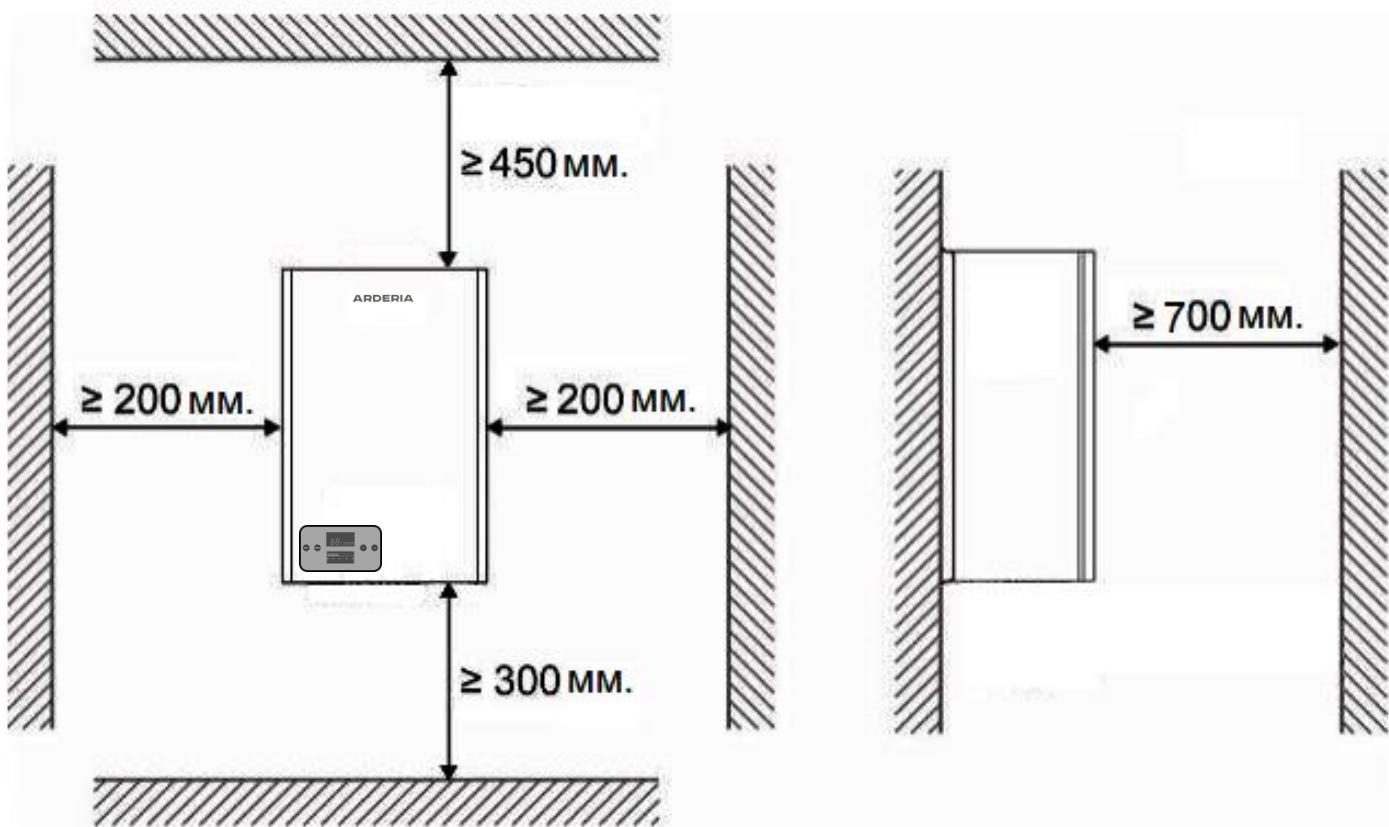

Рис. 8
- Установку электрокотла котла следует предусматривать исходя из условия удобства монтажа, эксплуатации и ремонта (См. Рис. 8)